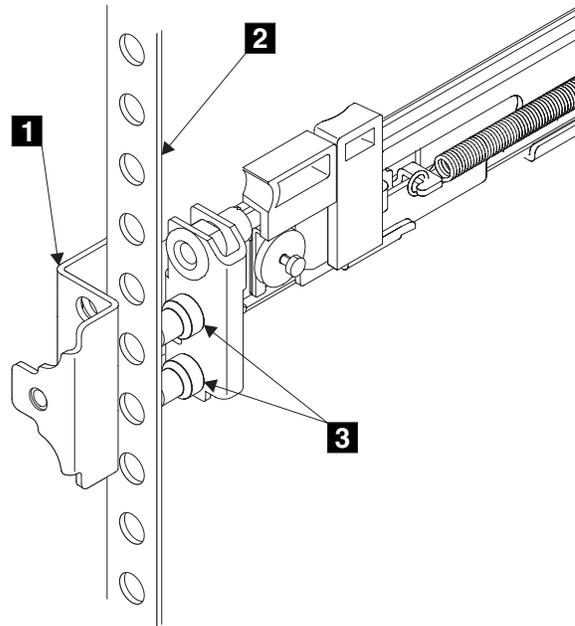

図 30. レールの前面の端の取り付け
11. 左レールの前面の端をラック・キャビネットにはめる。前面ブラケットの上端 **1** が、ラック上の必要な EIA マーキングに合うように調整する (図 30 を参照)。